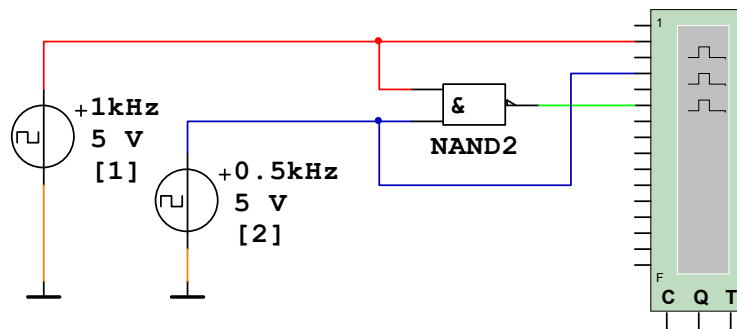

Рис.10.4
10.2.6. Для исследования ЛЭ в динамическом режиме соберите схему, изображенную на рис. 10.4.